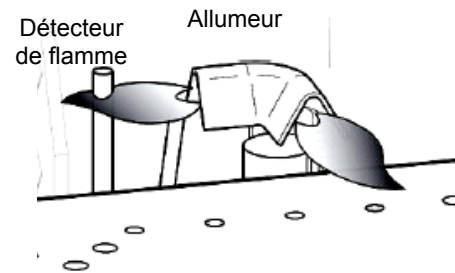

Figure 36. Apparence correcte des flammes de la veilleuse.
3. **FLAMME DE LA VEILLEUSE** : La flamme de la veilleuse doit être stable – sans vaciller, diminuer ni augmenter. La flamme doit être de couleur bleue autour du capuchon de veilleuse, avec des traces de jaune près des bords externes. Il est important que la flamme de la veilleuse couvre 1/8 po de la pointe supérieure du détecteur de flamme. La flamme de la veilleuse doit dépasser de 1 po des deux orifices du capuchon de veilleuse, pour atteindre les orifices du plateau du brûleur. Voir fig. 36. On peut ajuster la flamme de la veilleuse en tournant la vis de réglage située devant la valve. Voir fig. 20.